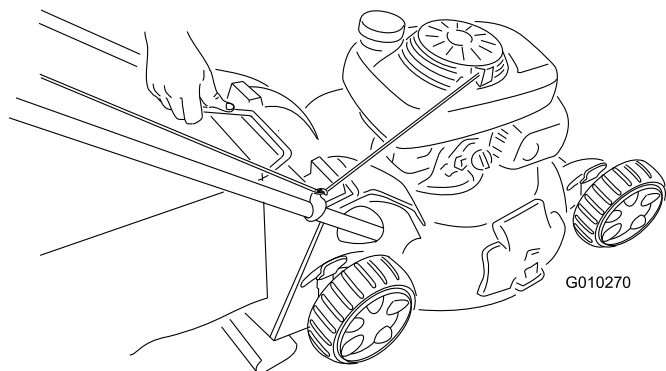

Figura 30
2. Sollevate la maniglia del cesto di raccolta estraendola dalle scanalature presenti sulla parte superiore della macchina e staccare il cesto dalla macchina stessa (Figura 30).